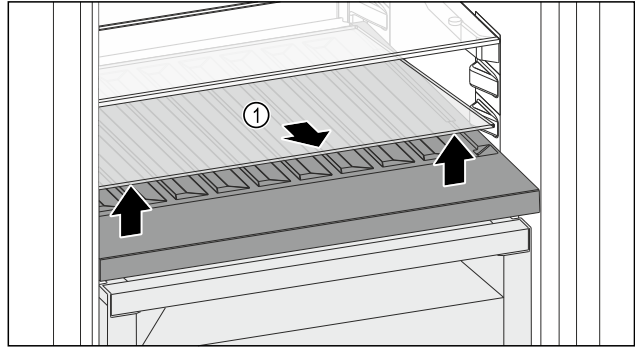

Fig. 172
- ▶ Glasplatte Fig. 172 (1) an der Aussparung vorne anheben und herausnehmen.
- ▶ Glasplatte Fig. 172 (1) außerhalb des Geräts sicher aufbewahren.
- ▶ Glasplatte (2) unter der variablen Flaschenablage einlegen.